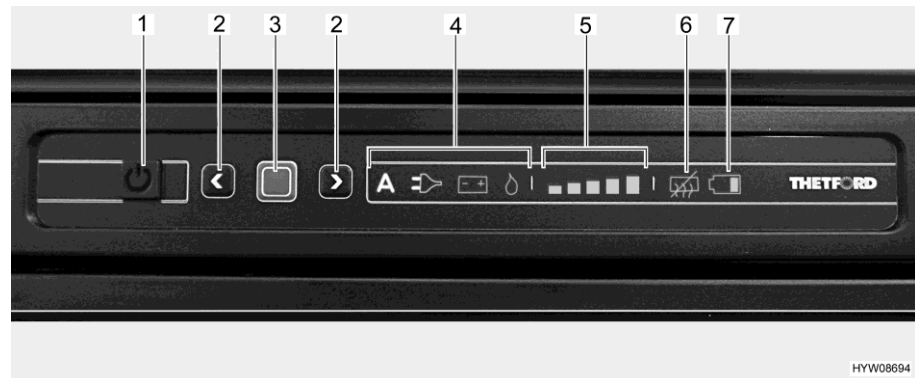

Bild 186 LED-Bedienfeld (Kühlschrank Thetford)
- Taste Ein/Aus (Bild 186,1) 1 Sekunde lang drücken. Die Taste leuchtet grün auf. Nach ca. 10 Sekunden wird die Anzeige aus Energiespargründen gedimmt.
- Bestätigungstaste (Bild 186,3) drücken. Die zuletzt gewählte Betriebsart wird angezeigt.
- Bestätigungstaste (Bild 186,3) ca. 2 Sekunden lang drücken. Die Betriebsartensymbole blinken.
- Manuelle Energiewahl: Mit den Pfeiltasten (Bild 186,2) die gewünschte Energiequelle auswählen.
- Automatische Energiewahl (nur bei Ausführung mit automatischer Energiewahl): Mit den Pfeiltasten (Bild 186,2) die Betriebsart "A" auswählen.
- Auswahl mit Bestätigungstaste (Bild 186,3) bestätigen.
- Bestätigungstaste (Bild 186,3) erneut drücken. Die Kühlstufen-Anzeige (Bild 186,5) blinkt.
- Zum Ändern der Einstellung die Pfeiltasten (Bild 186,2) drücken, bis die gewünschte Einstellung angezeigt wird.
- Taste Ein/Aus (Bild 186,1) etwa 2 Sekunden lang drücken. Alle Leuchten erlöschen. Der Kühlschrank ist abgeschaltet.
Nach dem Einschalten wählt der Kühlschrank automatisch die zuletzt gewählte Thermostat-Einstellung. Diese Einstellung kann manuell mit den Pfeiltasten (Bild 186,2) nachgeregelt werden. Es dauert einige Stunden, bis der Kühlschrank die normale Betriebstemperatur erreicht hat. Beim Umschalten auf eine andere Betriebsart wird die Thermostat-Einstellung beibehalten.